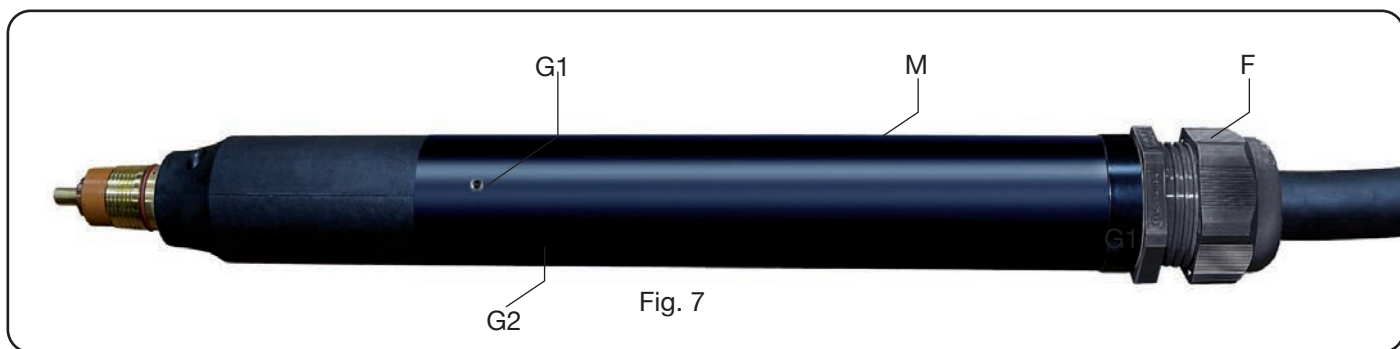

Fig. 7
- Dévisser le presse-étoupe **F** - Fig.7 ;
- Démontez le presse-étoupe **F** - Fig.7.